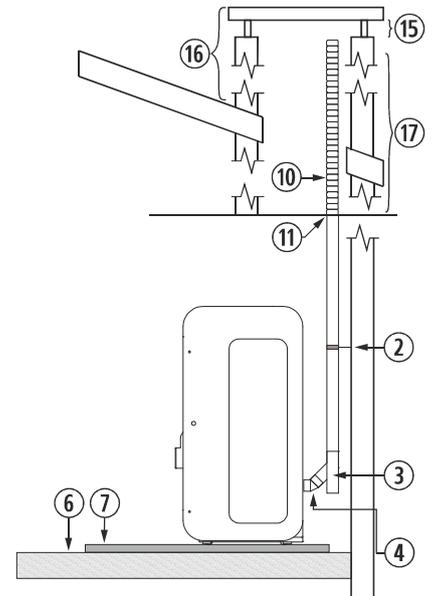

Figura 11
**4.27.** L'installazione di una stufa ad incasso in un caminetto può essere realizzata in completa totalità in un tubo flessibile, così come è indicato nella *figura 11*. Dobbiamo prestare speciale attenzione al momento di realizzare l'isolamento tra il caminetto e il tubo di fuoriuscita di gas per evitare possibili arretramenti di gas in caso di tormenta.
②	Collare di fissaggio in acciaio inox.
③	Giunto a "T" a 135° con filtro.
④	Curva a 45°.
⑥	Pavimento in legno.
⑦	Protezione non infiammabile.
⑩	Tubo in acciaio inossidabile flessibile.
⑪	Manicotto d'unione tra flessibile e rigido.
⑫	Isolante anti -arretramento.
⑮	Minimo 200mm.
⑯	Deve superare di 1 metro il tetto.